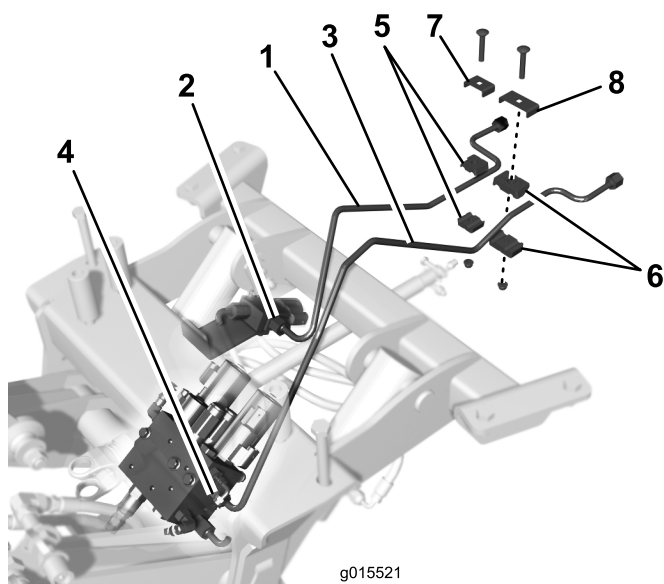

Рисунок 9
3. Подсоедините задний конец короткой гидравлической трубки к трубке на машине (Рисунок 9).
4. Подсоедините задний конец длинной гидравлической трубки к трубке на машине (Рисунок 9).
на машине с помощью малого трубного зажима, пластины, каретного винта и фланцевой гайки, как показано на Рисунок 9.
7. Прикрепите, не затягивая, длинную гидравлическую трубку к соседней трубке на машине с помощью большого трубного зажима, пластины, каретного винта и фланцевой гайки, как показано на Рисунок 9.